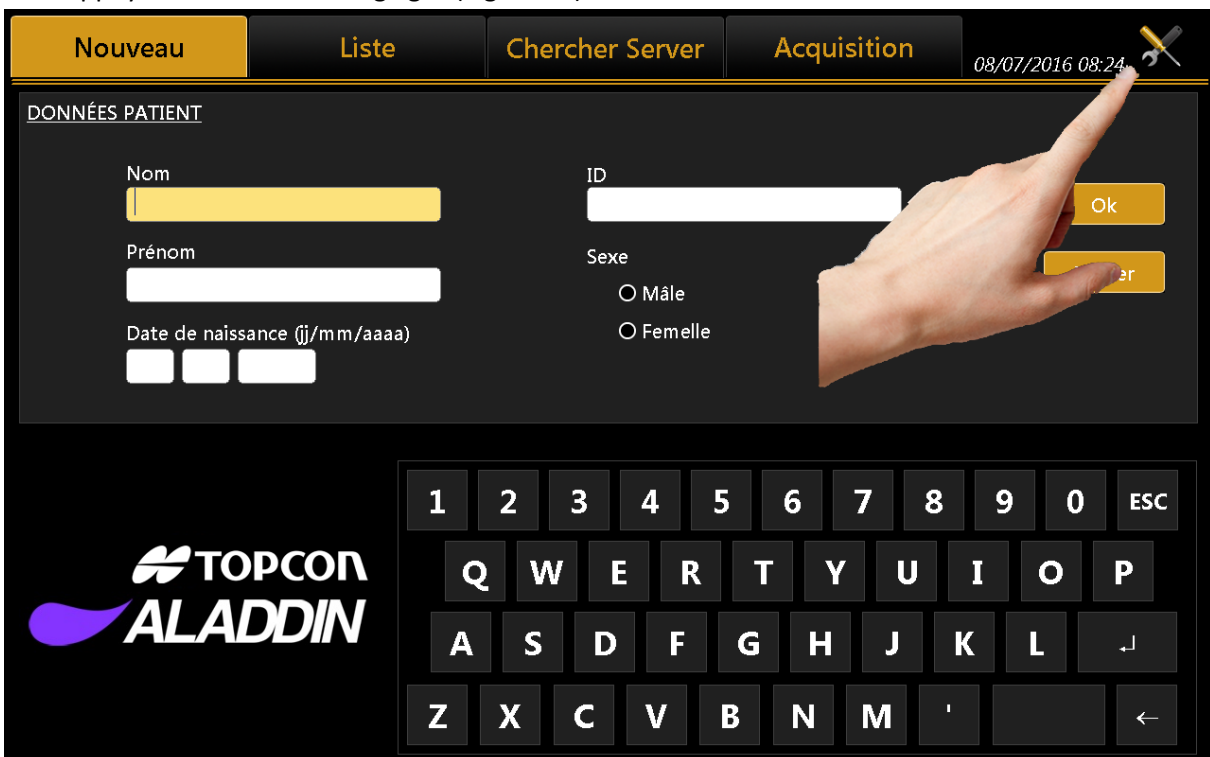

Figure 96
- Appuyer sur l'icône des réglages (Figure 96).